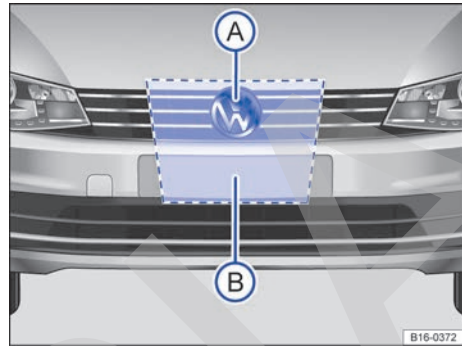

Fig. 121 En la parrilla del radiador, detrás del emblema de Volkswagen: sensor de radar (A) y zona que hay que dejar libre alrededor del sensor de radar (B).
En la parrilla del radiador, detrás del emblema de Volkswagen, va montado un sensor de radar → fig. 121 (A) para captar la situación del tráfico.
La zona situada delante y alrededor del sensor de radar → fig. 121 (B) no se deberá cubrir nunca con adhesivos, faros adicionales, marcos embelecadores para la matrícula o similares, pues esto podría perjudicar el funcionamiento del ACC. ▶